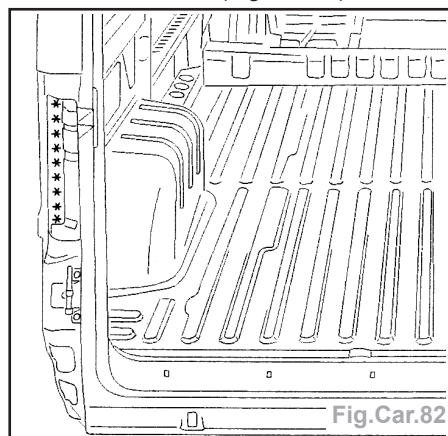

Fig.Car.82
- Dégrafer la ligne de points à l'aide d'une fraise de Ø 8 mm (Fig.Car.82).